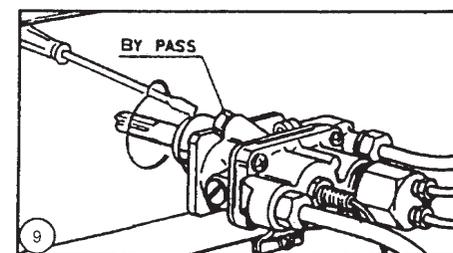

Fig. 9
- Den By-pass (Schraube befindet sich rechts oberhalb der Hahnenachse und kann mit kleinem Schraubenzieher von aussen erreicht werden Fig. 9) sorgfältig unter Beobachtung des Brenners durch das Backofensichtglas (geschlossene Backofentüre) einschrauben, bis die Flammen noch eine Länge von ca. 4 mm aufweisen. Die Flammen dürfen nicht zu klein sein und der Brenner darf nicht auslöschen, auch wenn die Backofentüre zugeschlagen oder der Schaltergriff von Maximum rasch auf Minimum gestellt wird.